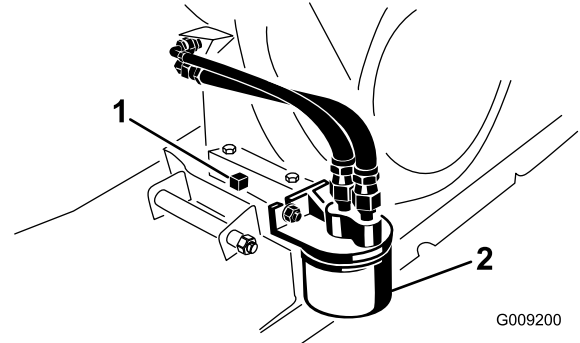

Figura 33
2. Retire o filtro do óleo existente (Figura 33).
4. Enrosque o novo filtro no adaptador do filtro até que a junta entre em contacto com a placa de montagem; em seguida, aperte o filtro mais  $\frac{1}{2}$  a  $\frac{3}{4}$  de volta (Figura 33).
6. Alinhe um recipiente de escoamento com uma capacidade de 1,8 litros com o tampão de escoamento (Figura 33).
7. Retire o tampão de escoamento e o vedante (Figura 33).